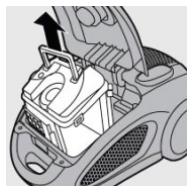

Рис. 24
3. Вийміть пилосбірник з пилососа за ручку (рис. 24, 25).